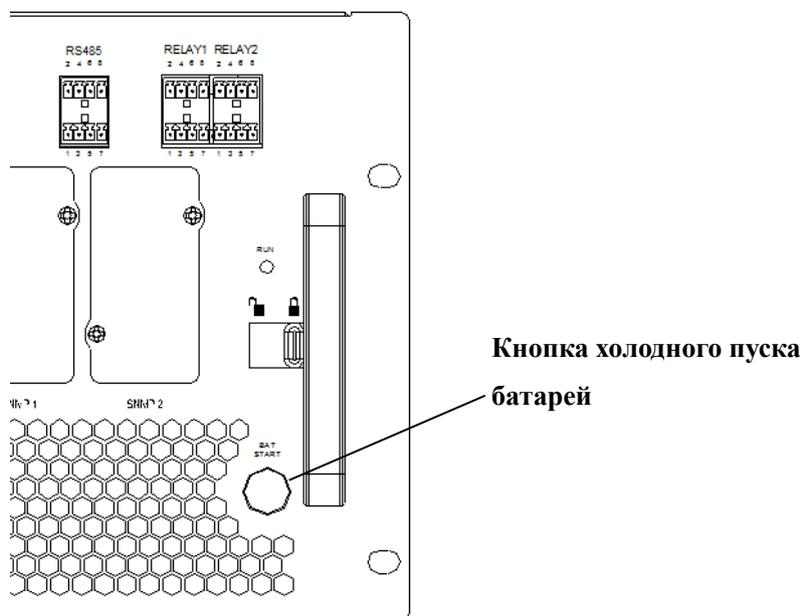

Рисунок 5-4. Положение кнопки холодного пуска батарей
2. Открыть переднюю дверцу ИБП и удерживать кнопку холодного пуска батарей на передней панели модуля байпаса нажатой примерно 8 секунд (см. рис. 5-4).